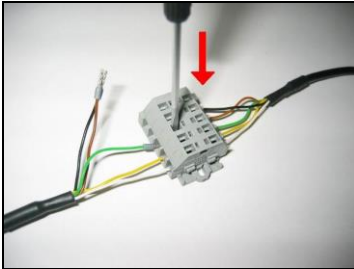

Abbildung 10: Sensorkabel mit USB-Kabel verbinden
2. Um den Kontakt zu lösen, drücken Sie mit einem Schraubendreher auf die einzelnen Kontakte des Klemmblocks (**Abbildung 10**).